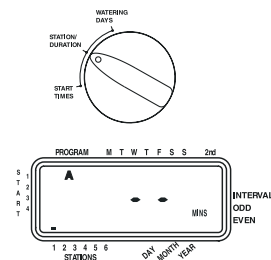

Figure 6: Durée station pour programme A.
- Positionner le commutateur sur Station/Durée dans le programme A ou B. L'affichage indiquera par un "A" ou un "B" le programme sélectionné et les --MINS et le curseur clignotant à la station "1" (voir la Figure 6).